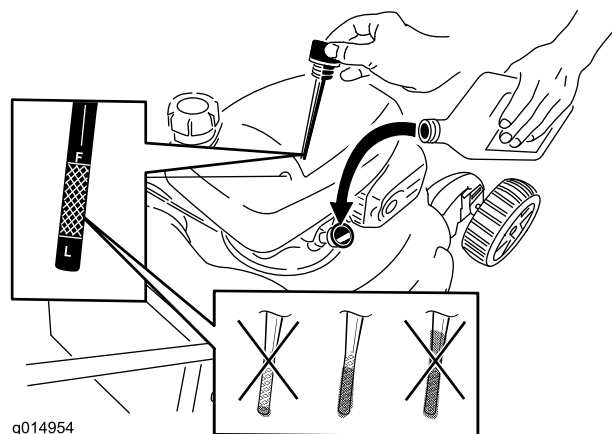

Figure 41
2. Retirez la jauge (Figure 41).
4. Versez de l'huile **lentement** dans le goulot de remplissage pour faire monter le niveau de liquide jusqu'au repère **maximum** (Full) sur la jauge (Figure 41). **Ne remplissez pas excessivement.** (Remplissage max. : 0,59 l, type : huile détergente SAE 30 de classe de service API SF, SG, SH, SJ, SL ou supérieure.)